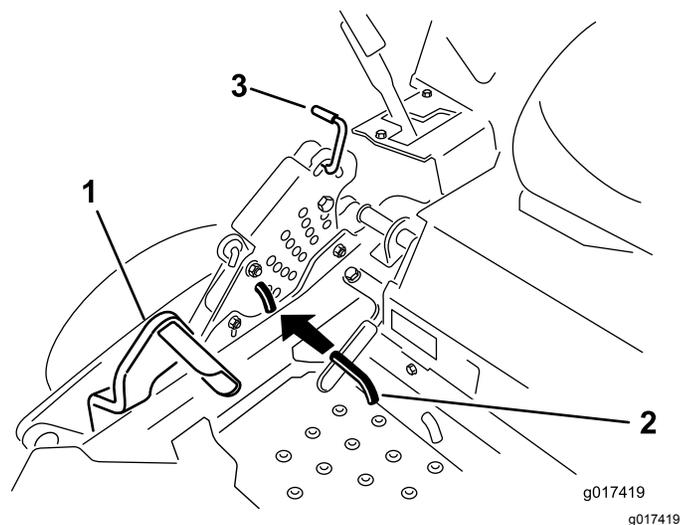

Figura 72
5. Empuje el pedal de elevación de la carcasa hacia delante del todo, hasta que la carcasa se enganche en la posición de transporte de 14 cm (5½") (Figura 72).